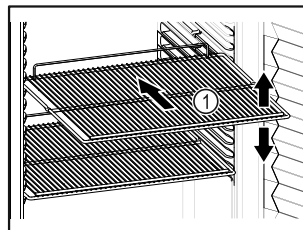

Fig. 60 Simbolična slika
- ❑ Če je odlagalna rešetka Fig. 60 (1) premična, jo prilagodite po višini.